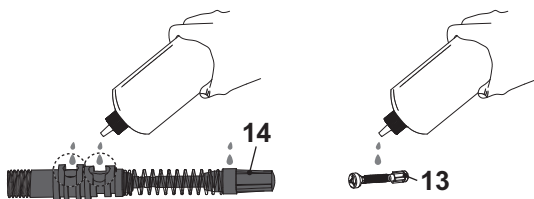

Fig. 12
- > Deje que todas las piezas se sequen por completo y, a continuación, lubrique a fondo el pistón (14) y la válvula (13) con el aceite lubricante (no suministrado) (Fig. 12).